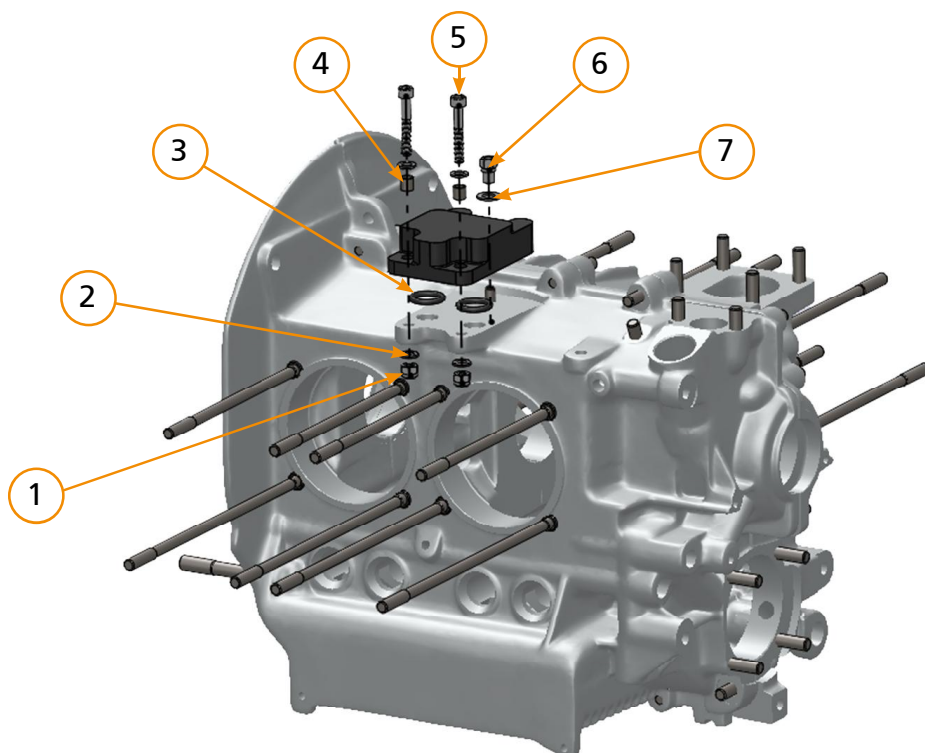

Fig 2
(see Fig. 2)
(Siehe Fig. 2)
- Legen Sie die beiden O-Ringe (3) auf die Ölbohrungen am Motorgehäuse.
- Befestigen Sie den Kurzschlussdeckel am Stehbolzen mit Scheibe M8 (7) und Schaftmutter M6 (6).
- In die beiden Durchgangsbohrungen (Fig.2) stecken Sie erst die beiden Buchsen (4) und dann die zwei Schrauben M6x40 (5) mit Scheiben M6 (2) von oben durch und sichern sie jeweils mit Scheibe M6 (2) und selbstsichernder Mutter M6 (1).